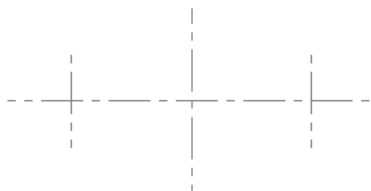
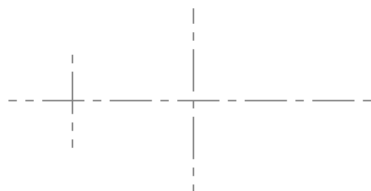

图 3.16.4 绘制中心线
图 3.16.5 绘制竖直中心线
(5) 单击 按钮，完成两条中心线的绘制。
Step2. 绘制图 3.16.4 所示的两条中心线。
(1) 选择命令。选择下拉菜单 → → 命令，系统弹出“直线”工具栏。
(2) 绘制竖直中心线。分别在“自动抓点”工具栏的 文本框、 文本框和 文本框中分别输入值 -26、-10 和 0，并分别按 Enter 键确认；在“直线”工具栏的 文本框中输入值 20，按 Enter 键确认；在 文本框中输入值 90，按 Enter 键确认。
(3) 单击 按钮，完成图 3.16.5 所示的中心线的绘制。
(4) 绘制竖直中心线。分别在“自动抓点”工具栏的 文本框、 文本框和 文本框中输入值 26, -10, 0, 并分别按 Enter 键确认; 然后在“直线”工具栏的 文本框中输入值 20, 按 Enter 键确认; 在 文本框中输入值 90, 按 Enter 键确认。
(5) 单击 按钮, 完成两条中心线的绘制。